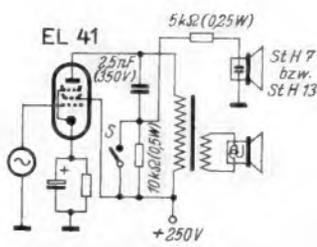

Bild 8. RC-Ankopplung der statischen Lautsprecher von Isophon
b. **RC-Kopplung** (Bild 8): Das ist die einfachere Art des Anschlusses. Hier liegen 2,5 nF und 10 kΩ in Serie über der Primärseite des Ausgangsübertragers. Zwischen beiden Schaltelementen werden die Spannungen für das statische System abgenommen: Der Kondensator übermittelt die Sprechwechselspannung und der Widerstand die Polarisationsgleichspannung. Der Serienwiderstand von 5 kΩ ist lediglich ein